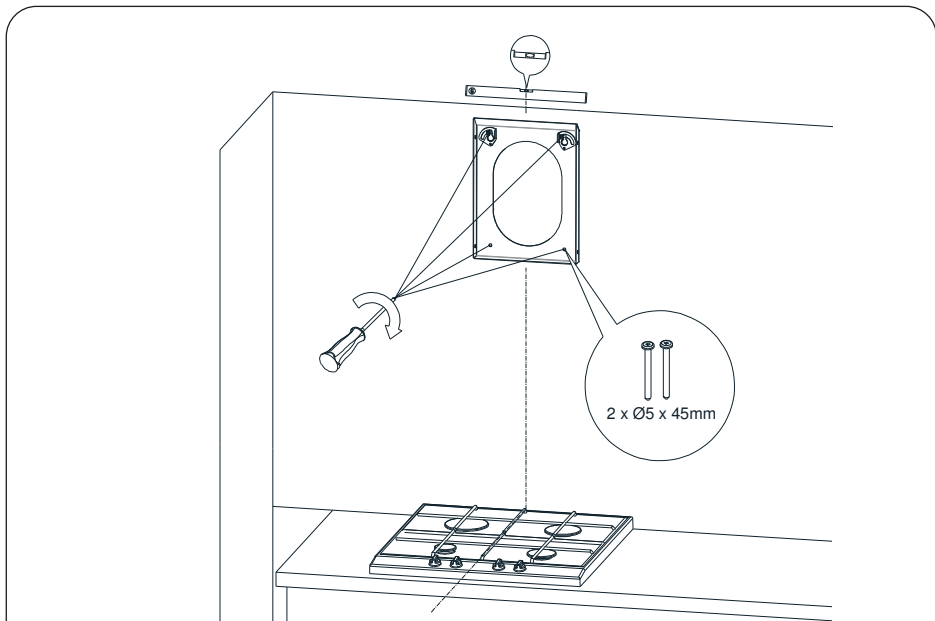

Abb. 9 Einstellung der Halterung der Abzugshaube
5. Legen Sie eine Wasserwaage auf die Halterung und richten Sie das Bauteil nach der Wasserwaage waagrecht aus, ziehen Sie dann die beiden bereits teilweise eingedrehten Schrauben fest und schrauben Sie die beiden übrigen ein (Abb. 9).